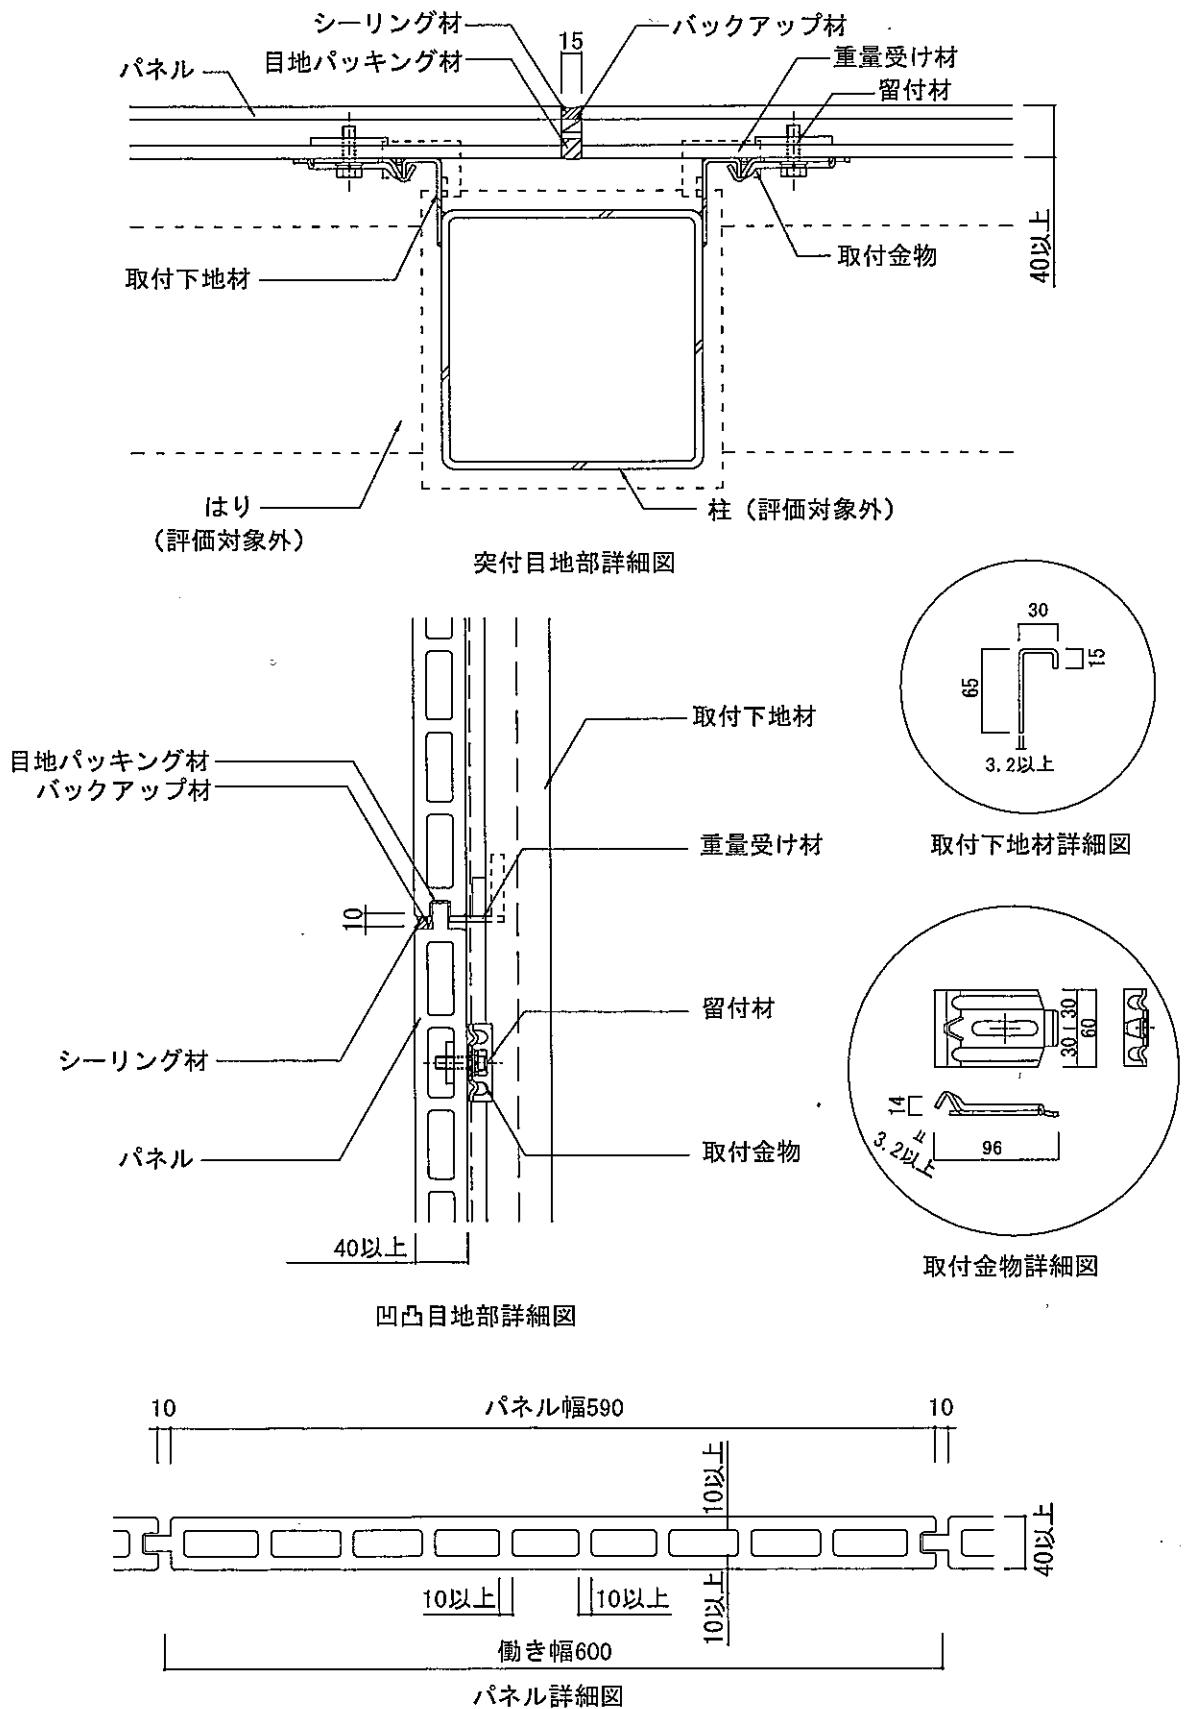

図3 施工図
取付下地材 (図3参照)	材料：①又は② ①一般構造用圧延鋼材 (JIS G 3101) ②一般構造用軽量形鋼 (JIS G 3350) 寸法：65×30×15×3.2mm以上
取付金物 (図3参照)	材料：①、②又は③ ①一般構造用圧延鋼材 (JIS G 3101) ②熱間圧延軟鋼板 (JIS G 3131) ③熱間圧延ステンレス鋼材 (JIS G 4304) 寸法：96×60×3.2mm以上 使用箇所：パネル毎に上部両端の2箇所 (但し、最下部のパネルは、上下部両端4箇所)
施工図を図2及び図3に示す。